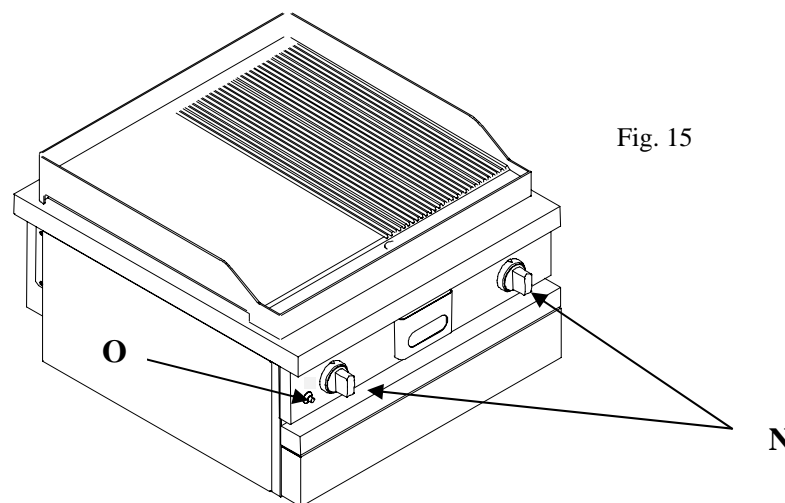

Fig. 15
**Mise en service des brûleurs / Using the burners / Aansteken van de branders (fig. 15) :**
- (FR)** Pousser et tourner la manette du brûleur N, dans le sens inverse des aiguilles d'une montre jusqu'au repère Δ, et appuyer simultanément sur le bouton de l'allumeur O.